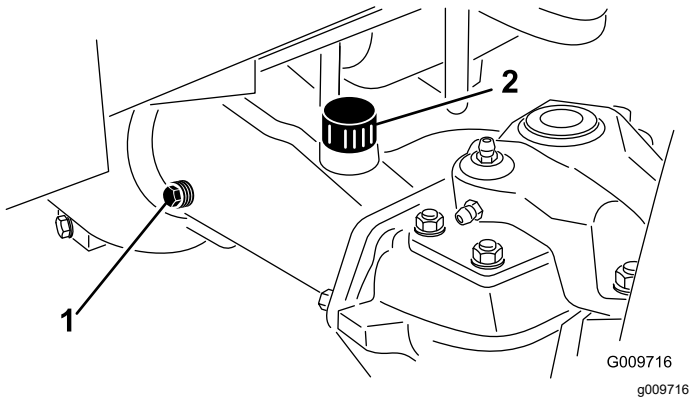

Figura 143
2. Îndepărtați bușonul de verificare de la un capăt al carcasei osiei (Figura 143).